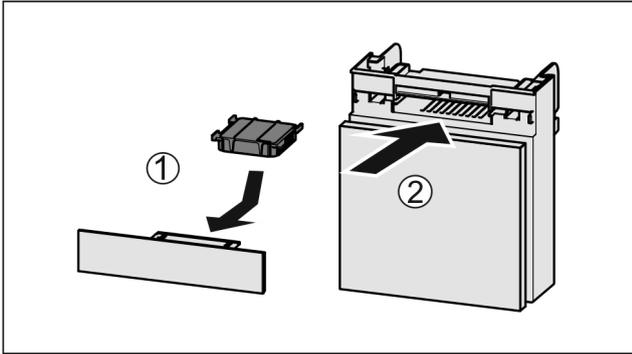

Fig. 165
- ▶ Insérer le filtre à charbon actif d'après le schéma Fig. 165 (1).
- ▶ Insérer le compartiment Fig. 165 (2).